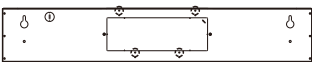

Fig.3
2. Retire la placa de acero inoxidable de 3-1/4" X 10" con un destornillador de cabeza plana y unas pinzas, * (2) tornillos #8 X 3/8 están preinstalados
- Si el espacio entre la alacena y el escape trasero = 3/8 in use 4 orificios para los tornillos (Fig.3)
NOTA: Utilice el orificio superior (fig. 3) o al orificio trasero (fig. 2) de la campana extractora según el tipo de instalación. Si necesita usar el soporte trasero, siga los pasos 1~4.